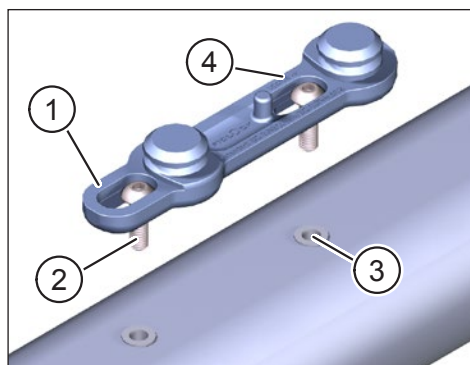

Fig. 1: Fixation du FIDLOCK® Bike Base sur le vélo
- Fixez le FIDLOCK® Bike Base (élément 1 Fig. 1) avec les deux vis à tête plate (élément 2 Fig. 1) dans les trous prévus à cet effet dans le cadre du vélo (élément 3 Fig. 1, respectez les consignes du fabricant) dans le cadre de l'E-Bike.